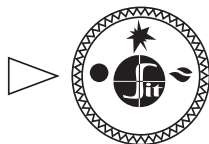

Рис. 8.
- 7.2. В исходном (выключенном) положении ручка управления находится в положении «точка» (рис. 8). Пилотная и основные горелки погашены (под действием газа они заблокированы).